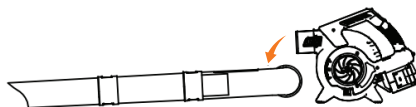

Рис. 7
- Установите вакуумную трубу в отверстие для всасывания. Совместите отверстие на трубе и стрелку на корпусе. Вставьте трубу до щелчка, что бы закрепить ее (Рис. 7).